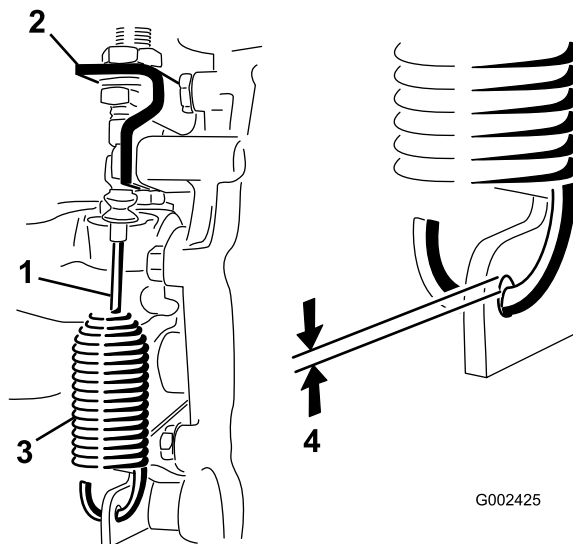

Bild 56
2. Lösen Sie die Klemmmuttern, mit denen das Differenzialsperrenkabel an der Halterung am Getriebe befestigt ist (Bild 56).